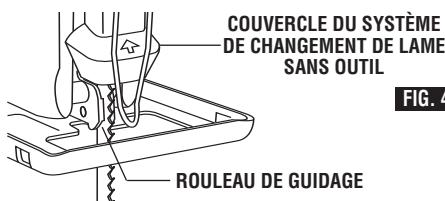

FIG. 4
1. Insérez la lame de la scie (dents dans le sens de coupe) jusqu'à ce qu'elle s'enclenche dans le plongeur (Fig. 4).